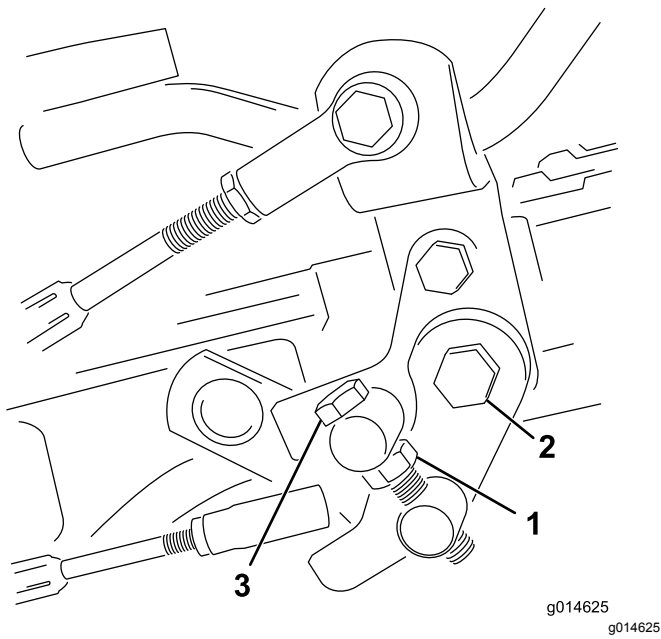

图34
1. 松开枢轴螺栓上的锁紧螺母图34。
- 4. 上紧枢轴螺栓上的锁紧螺母和踏板枢轴上的螺母锁定调整图34。检查调整情况并按需要调整。